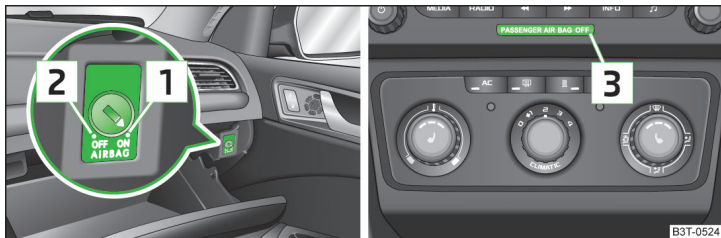

Fig. 13 Commutateur à clé pour l'airbag frontal du passager avant/témoin de désactivation de l'airbag frontal du passager avant
- › Le voyant **OFF** **3** » fig. 13 à la page 22 s'allume à la mise du contact.
- › À l'aide de la clé, faites tourner avec précaution la fente du commutateur à clé de l'airbag sur la position **2** » fig. 13 **OFF**.
- › À l'aide de la clé, faites tourner avec précaution la fente du contacteur de l'airbag sur la position **1** » fig. 13 **ON**.